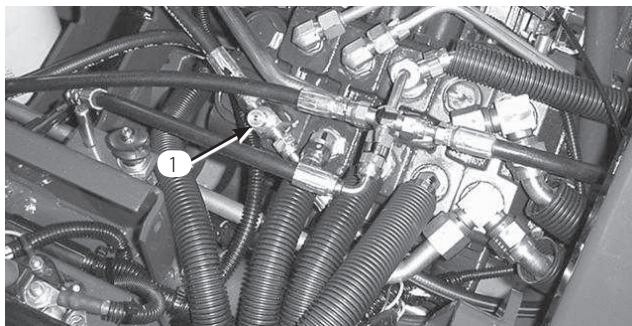

図 49
1. 座席を倒し、メイン・コントロール・バルブについているフロー・コントロール・バルブを露出させる（図49）。